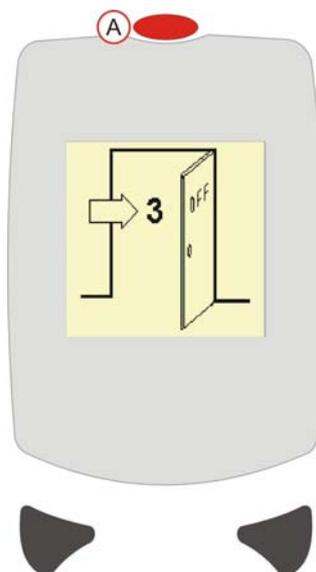

图 14 关闭电源
获取所需的测量结果后，按住“电源键”（请参阅图 14 (A)）三秒钟即可关闭设备的电源。屏幕将显示一个“门”的图标，表示倒计时 3、2、1。